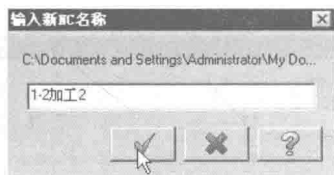
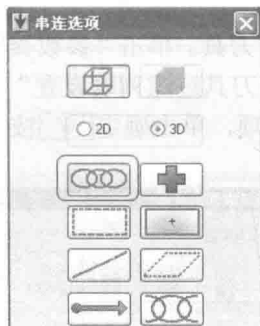
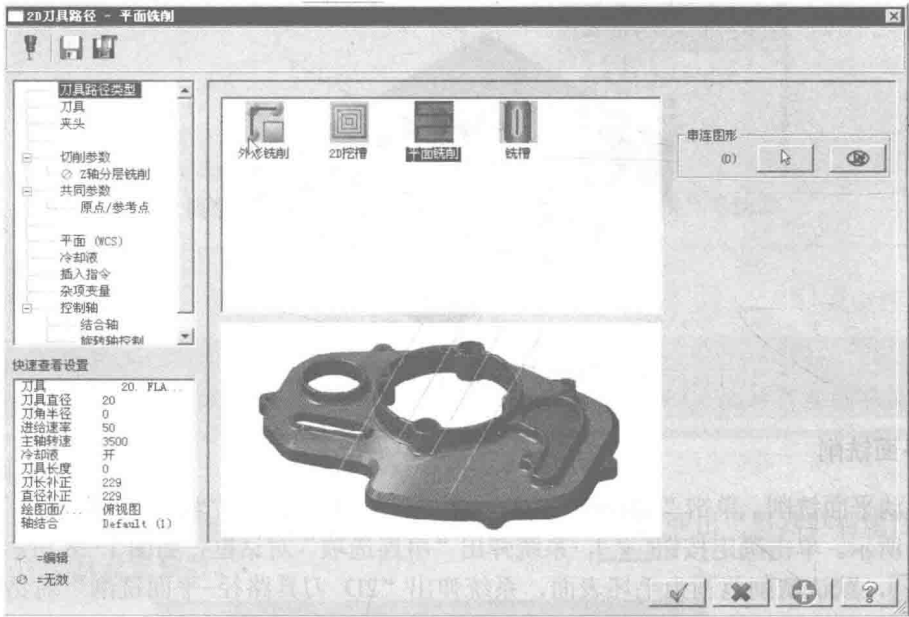

图 1-27 “输入新 NC 名称”对话框
图 1-28 “串连选项”对话框
图 1-29 “2D 刀具路径-平面铣削”对话框
1) 启动平面铣削。单击“刀具路径”——“平面铣”，系统弹出“输入新 NC 名称”对话框，如图 1-27 所示。单击确定按钮 , 系统弹出“串连选项”对话框，如图 1-28 所示，单击确定按钮 , 默认铣削范围为毛坯表面，系统弹出“2D 刀具路径-平面铣削”对话框，如图 1-29 所示。